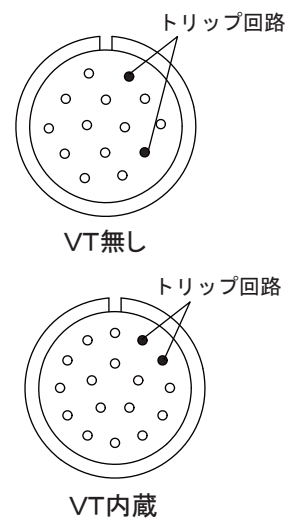

図8 ケーブル側コネクタから見た開閉器トリップ回路位置
- ・ C が異常のときは制御装置側のメタルコネクタを外し、図8のケーブル側コネクタ端子間の導通を測定してください。